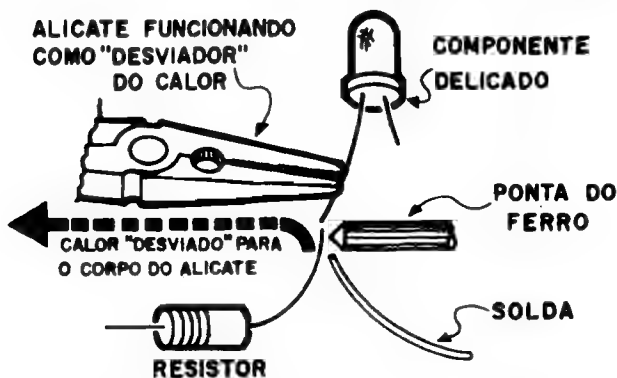

Fig.10
- **FIG. 10** - Usando um "desviador" de calor na proteção de componentes delicados. Os semicondutores (diodos, LEDs, transistores, Circuitos Integrados, etc.) e os capacitores eletrolíticos (todos esses componentes serão abordados em Lições específicas de ABC, no seu devido momento...) não "gostam" do calor excessivo. Seus terminais e estrutura interna, são industrialmente projetados para resistir à temperatura de soldagem por apenas **alguns segundos**. Aí vão algumas recomendações importantes para que não seja ultrapassada a sua "aceitação" térmica:
- Algumas junções são difíceis de se realizar rapidamente. Nesse caso, um "desviador" de calor deve ser providenciado (FIG. 10). Um alicate de bico (ou pinça travante metálica) aplicado ao terminal do componente delicado, "absorverá" o calor gerado, protegendo o componente. Para manter o alicate com o "bico fechado" (salvo grave defeito genético, ninguém tem 3 mãos: **uma** para segurar o ferro, **outra** para segurar a solda e a **terceira** para apertar o alicate...), uma cinta de elástico ou borracha aplicada às manoplas do dito alicate é um "truque" válido, muito utilizado...